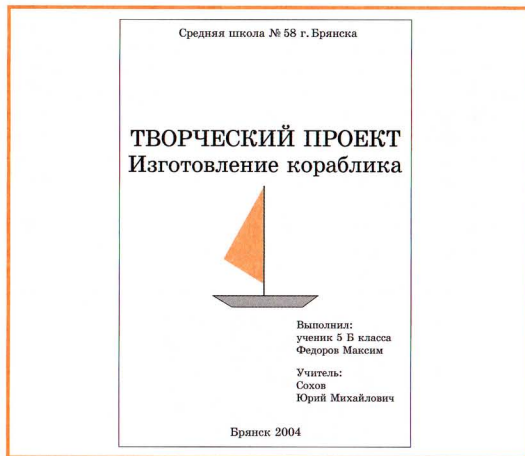

Рис. 111. Титульный лист творческого проекта
11. Под руководством учителя сохраните ваш текст и распечатайте его на принтере (рис. 111).